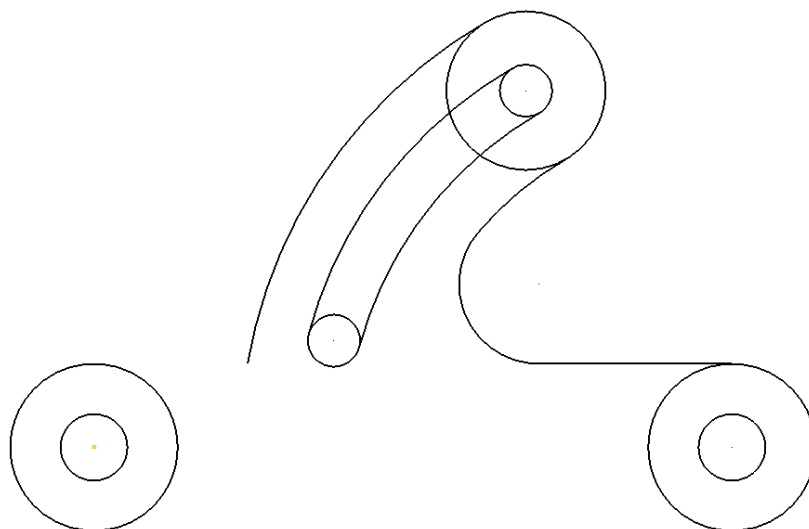

Figura 2.38 Arco de fillet.
- Seleccionar Crear un fillet con trimado , introducir un radio de 38 mm , pulsar Intro, posicionar el cursor sobre la línea de arco que va del círculo superior de radio 38 mm hacia la línea de construcción y hacer clic cuando se muestre la etiqueta Primera Entidad Fillet, luego arrastrar el cursor hacia la línea de construcción y hacer clic cuando se muestre la etiqueta Segunda Entidad Fillet (Figura 2.38).